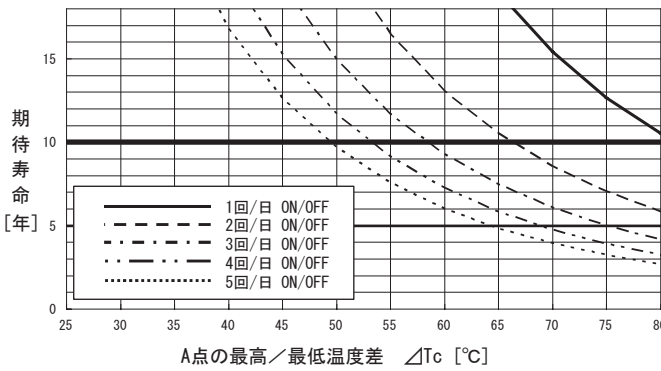
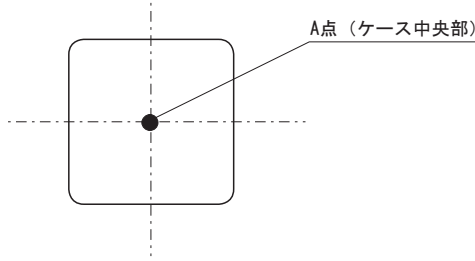

図11.1 熱疲労による期待寿命グラフ
図11.2 温度測定箇所（ケース上面）
■図11.1に当社加速試験結果を基に算出した1日のON/OFF回数とケース温度差(図11.2ポイントA点ΔTc)に対する製品の期待寿命を示します。
■無償補償期間10年ですが、図11.1に示す期待寿命が10年未満の場合、この寿命を無償補償期間とします。